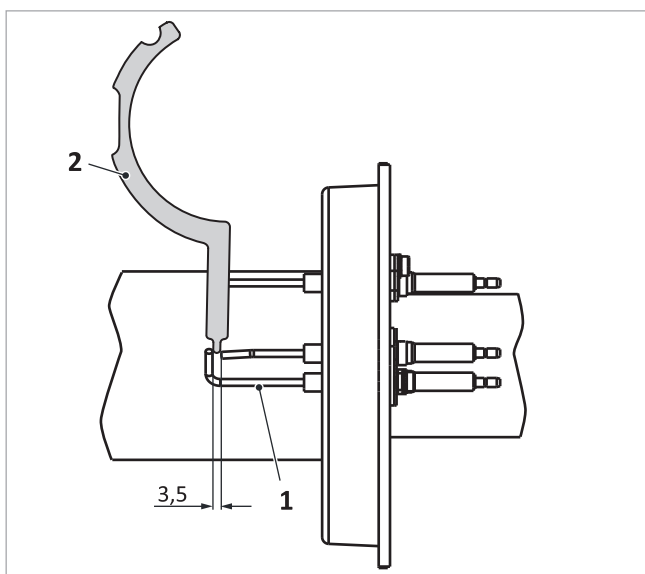

Abb. 20: Abstand Elektrode zur Masse an der Zündelektrode
1. Abstände der Ionisationselektrode mit Hilfe einer Elektrodenlehre → Abb. 20 (2) überprüfen (ggf. durch vorsichtiges Biegen korrigieren).
- Elektroden untereinander → Abb. 20 (1): 3,5 mm